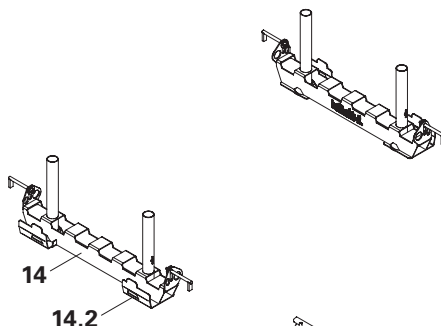

Fig. A1.03
1. Posizionare due accatastatori GF (14) a distanza corrispondente alla lunghezza degli elementi (Fig. A1.03). I supporti (14.2) devono essere rivolti all'esterno.